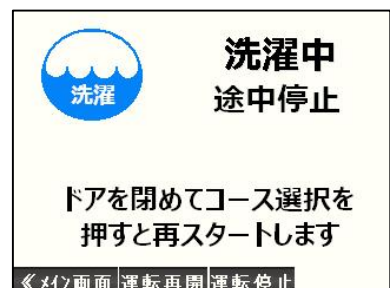

図 7-8
- ・エラーが発生した場合、エラーの解除を行うと図7-8の画面に切り替わります。この画面の状態、任意のコース選択スイッチを押すことで、エラー発生前に行っていたコースの工程に戻ることができます。